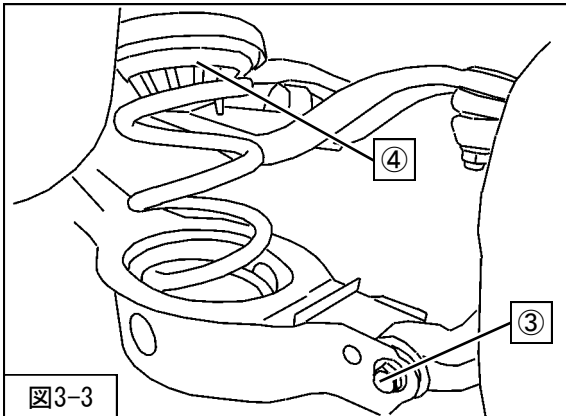

図3-3
5. ③ロアアーム取付ボルト・ナットを取外し、スプリングを車両から取外してください。(図3-3)
6. ④スプリングアッパーシートを取外してください。(図3-3)